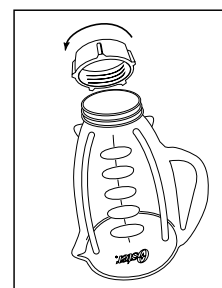

FIGURA 4
4. Junte hasta trabar el disco de fondo roscado con el aro. Coloque el aro sobre la cuchilla y el vaso. Coloque el aro sobre el vaso y gire el disco con fondo roscado en sentido horario para apretar. (Figura 4)